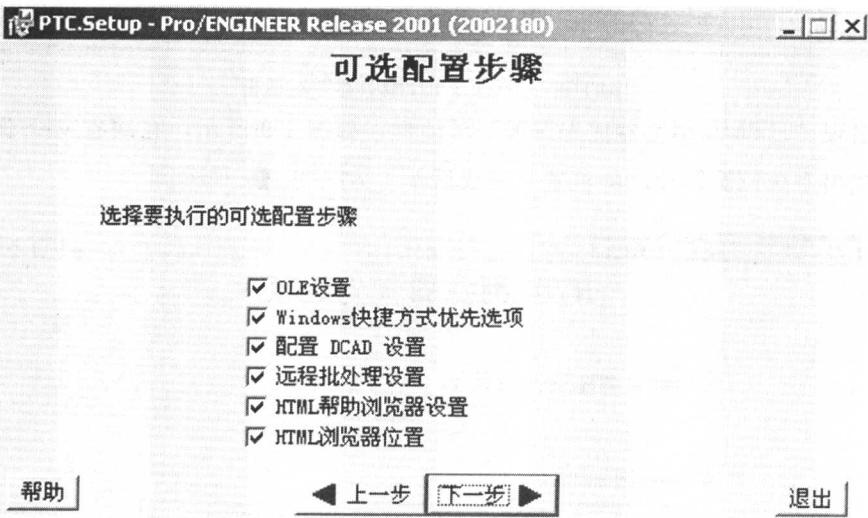

图 1-7 “可选配置”对话框
(7) 在接下来出现的“创建并配置命令”对话框中, 接受系统创建的用于启动 Pro/E 的命令, 单击 **下一步 ►** 按钮, 出现“可选配置”对话框(图 1-7), 接受系统配置选项, 单击 **下一步 ►** 按钮。